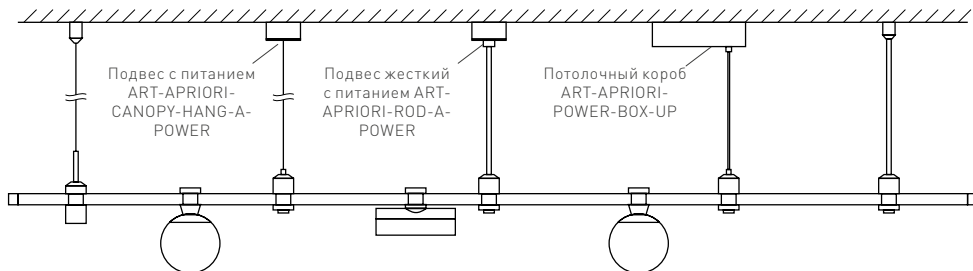

Рис. 3.1. Элементы и принцип электрического подключения в любом месте шинпровода
- 4.2. В любом месте шинпровода можно подвести питание при помощи следующих элементов системы (рис. 3.1):